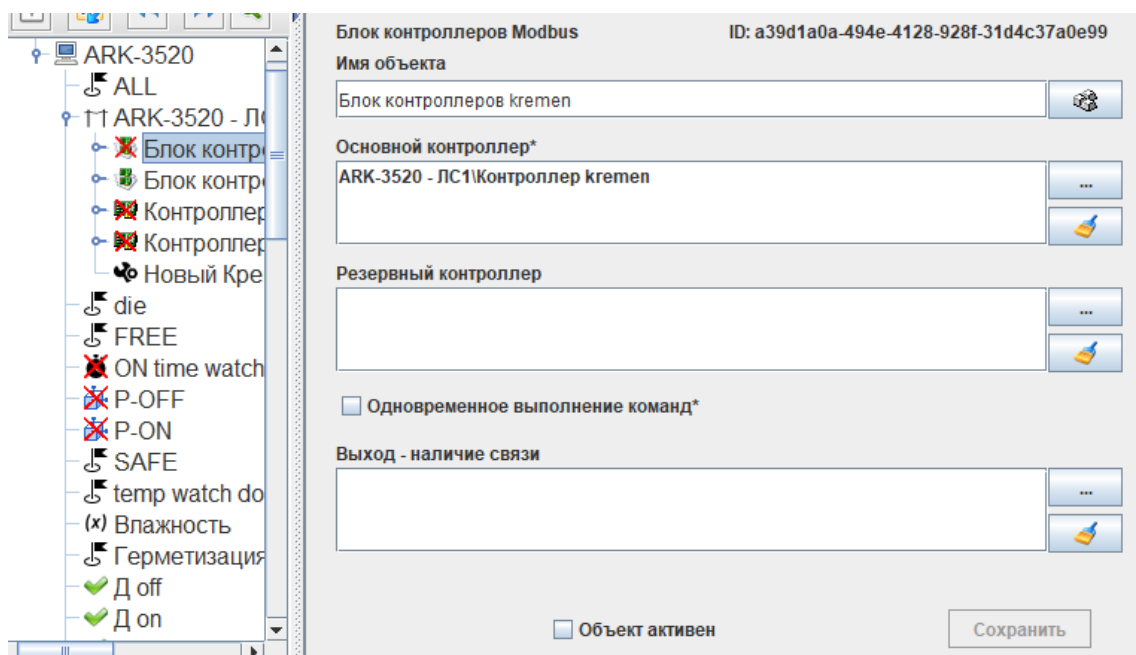

Рисунок 18 — Элемент «Блок контроллеров Modbus»
3.10.8.1. В целях резервирования два контроллера Modbus (см. п. 3.10.33) с параллельным подключением одного и того же оборудования и, следовательно, обладающие одной и той же конфигурацией, могут объединяться в блок. Для отражения состояния этого блока служит специальный тип устройства «Блок контроллеров Modbus» (рис. 18).